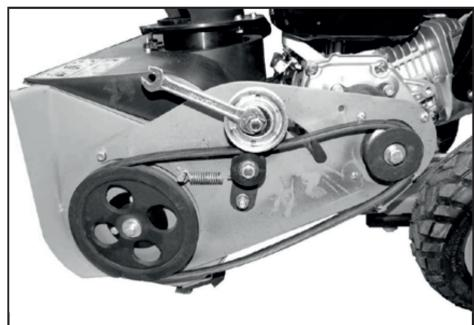

Рис. 27
3. Открутить гайку крепления натяжного ролика и снимите ролик (рис. 27).